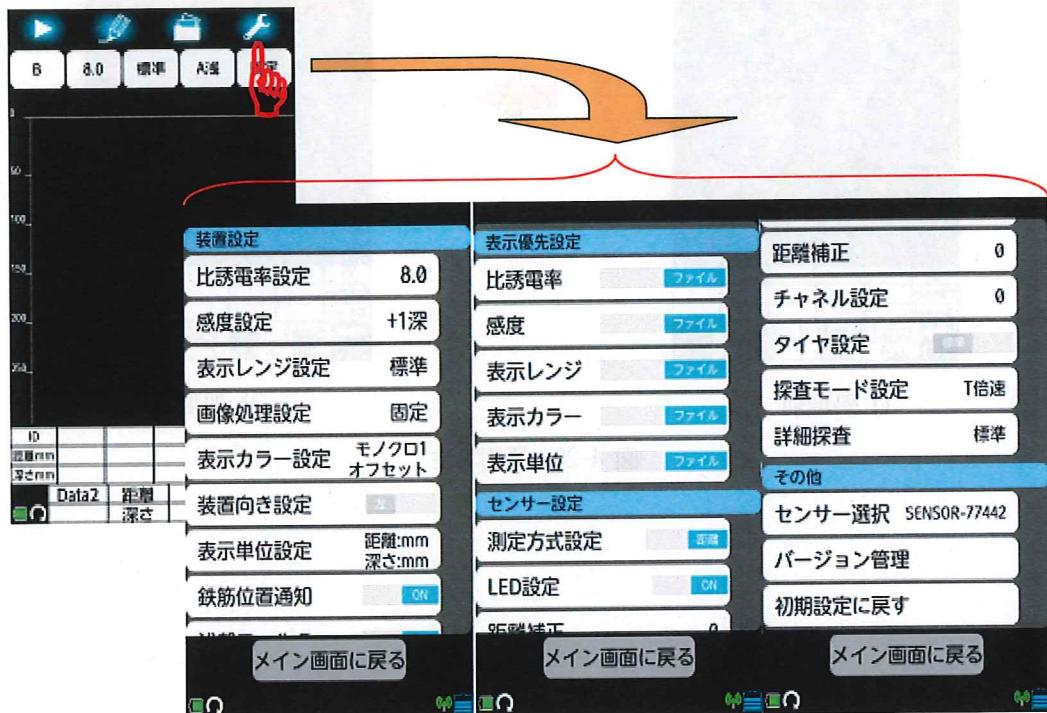

図 4-21 パラメータ設定画面
探査停止状態のときに、パラメータアイコン（図 4-1 ④）を長押しするとパラメータ設定画面（図 4-21 参照）に切り替わります。この画面に表示されるメニューを用い、探査時の比誘電率、感度等の各種パラメータ設定を行うことができます。画面をスクロールし、設定するメニューをタップすることで各設定画面に移行します。設定終了後、[メイン画面に戻る] ボタンをタップするとメイン画面に戻ります。
探査時の比誘電率は、パラメータ設定画面(図4-21 参照)の[非誘電率設定]メニューにより設定します。設定可能な比誘電率値は、2.0~20.0です。
探査時の感度は、パラメータ設定画面(図4-21 参照)の【感度設定】メニューで設定します。設定可能な感度は、-2浅、-1浅、A浅、+1浅、+2浅、+3浅、+4浅、-2深、-1深、A深、+1深、+2深、+3深、+4深です。
探査時の表示レンジはパラメータ設定画面（図4-21 参照）の【表示レンジ設定】メニュー
探査時の画像処理はパラメータ設定画面（図4-21 参照）の【画像処理設定】メニューで設定します。設定可能な画像処理は、固定表面波処理、ユーザ表面波処理、原画の3つです。
探査時の表示カラーはパラメータ設定画面（図4-21 参照）の「表示カラー設定」メニューで設定します。設定可能な表示色は絶対値表示及びオフセット表示の2種類です。絶対値表示はカラー1、カラー2、カラー3、モノクロ1、モノクロ2の5種類が設定可能です。オフセット表示はカラー1、カラー2、カラー3、モノクロ1、モノクロ2、モノクロ3、モノクロ4の7種類が設定可能です。